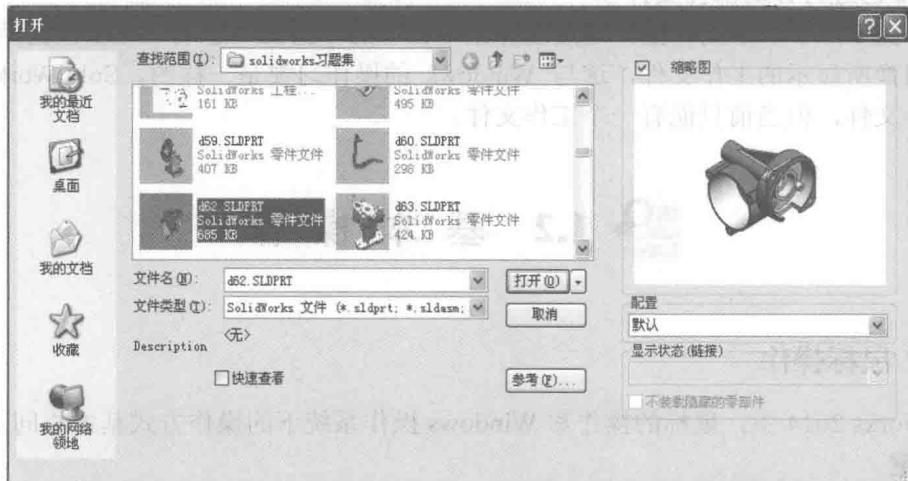

图 1-1-4 “打开”对话框
(1) 单击  按钮或者在主菜单中选择“文件”|“打开”命令，弹出“打开”对话框，如图 1-1-4 所示。在对话框里可以在“查找范围”栏中找到已存文件的路径，在文件方框中选择文件名，在右边的方框中可以看到零件的“缩略图”，单击“打开”按钮即可打开文件。